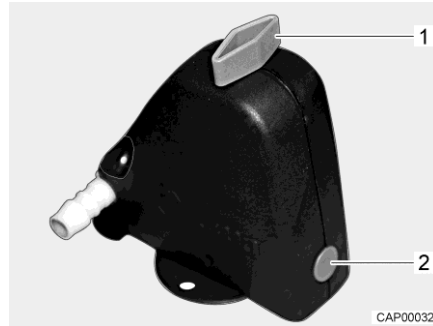
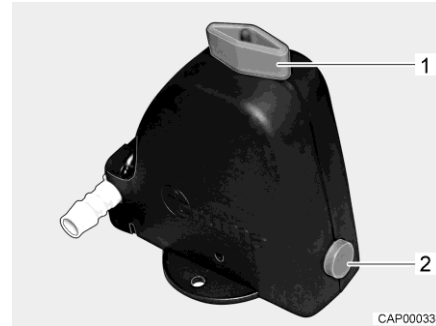

Bild 105 Sicherheits-/Ablassventil geschlossen
Bild 106 Sicherheits-/Ablassventil geöffnet
- Sicherheits-/Ablassventil (Bild 105) öffnen. Dazu Drehknopf (Bild 105,1) längs zum Sicherheits-/Ablassventil drehen. Der Druckknopf (Bild 105,2) springt heraus. Das geöffnete Sicherheits-/Ablassventil ist in Bild 106 dargestellt.